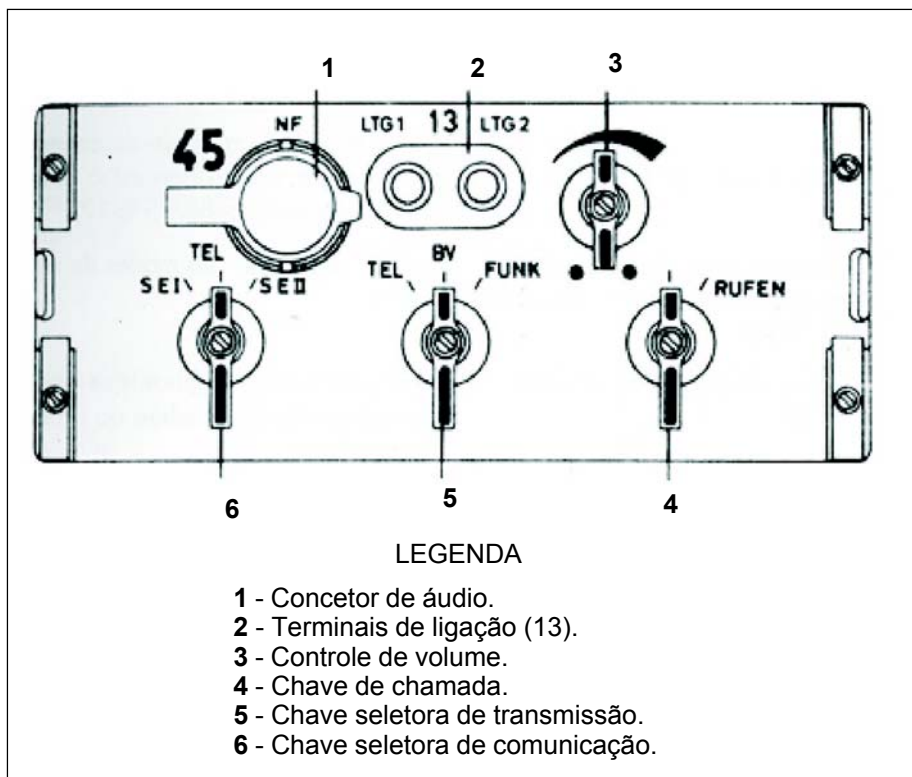

Fig 8-15. Caixa de controle remoto local
(1) Caixa de controle remoto local (Fig 8-15):